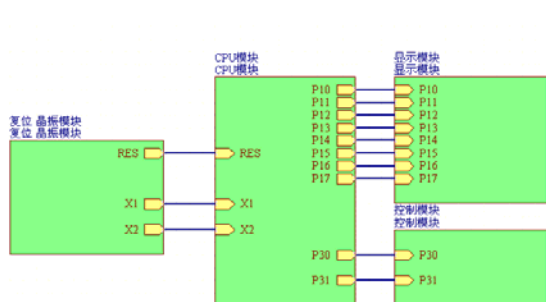
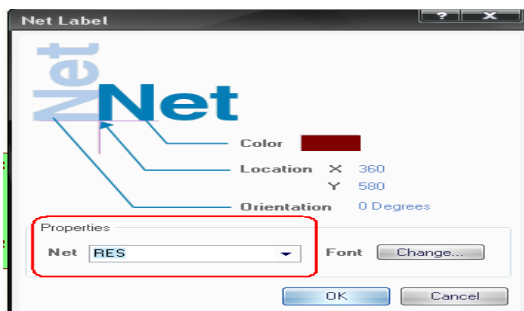
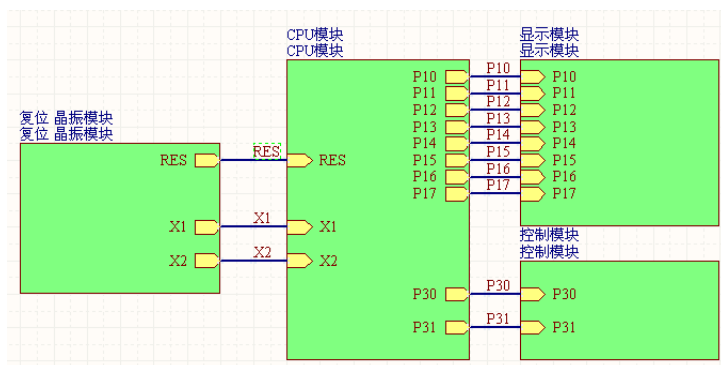

图 6 连线
图 7 网络标号属性修改
图 8 完成后的母图
5) 连线。根据各方块电路电气连接关系，用导线或总线将端口连接起来，如图 6 所示，并添加网络标号，网络标号属性修改如图 7 所示。完成后的母图效果如图 8 所示。